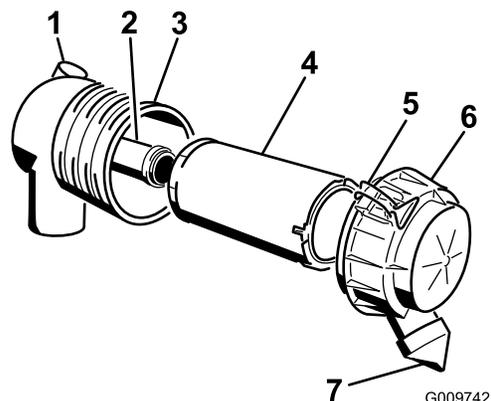

Figura 29
**Importante:** Effettuate la manutenzione del filtro dell'aria quando la spia diventa rossa (Figura 29). Sostituendo il filtro dell'aria prima del necessario aumenta il rischio che la morchia entri nel motore quando si toglie il filtro.
4. Rilasciare i dispositivi di fermo del filtro dell'aria e togliere il coperchio dal corpo del filtro (Figura 29).
1. Estraete con cautela il filtro primario dal corpo del filtro dell'aria (Figura 29). Non urtate il filtro contro il corpo.
- Se sostituite il filtro di sicurezza, fate scorrere delicatamente il nuovo filtro nel corpo del filtro (Figura 29).
- Montate con cautela il filtro primario sul filtro di sicurezza (Figura 29). Verificare che sia inserito a fondo, premendo sul bordo esterno del filtro mentre lo si inserisce.
- Montate il coperchio del filtro dell'aria con il lato contrassegnato UP (alto) rivolto in alto, quindi fissate i dispositivi di fermo (Figura 29).